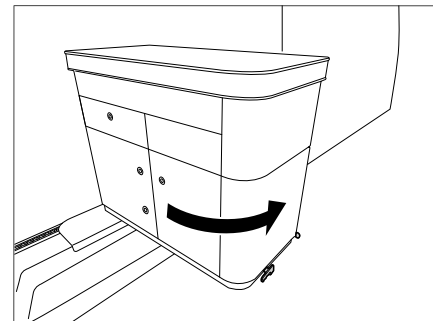

Bild 29 Küchenblock herausschwenken
- Küchenblock nach außen schwenken (Bild 29).